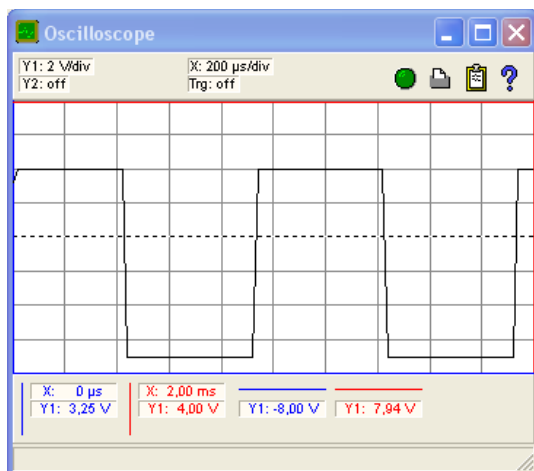

Рис. 7. Установка напряжения на экране осциллографа
9. Нажать и удерживать красную кнопку слева на панели генератора сигналов COM3LAB до появления на дисплее символа напряжения прямоугольной формы (рис. 7). После этого процедура продолжится автоматически.